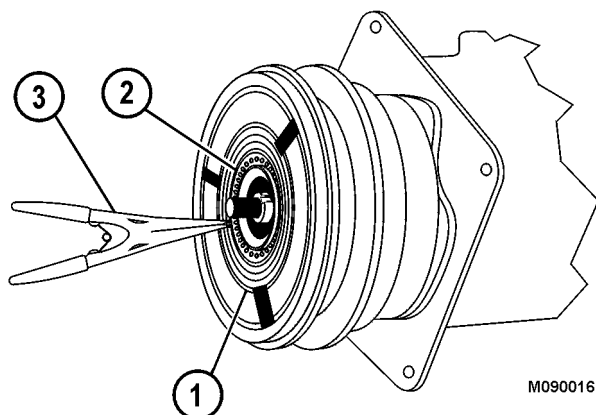

FIGURA 4-22.
7. Use el alicate del anillo de retención (3, Figura 4-22) para retirar el anillo de retención de la polea (2) de la polea (1).